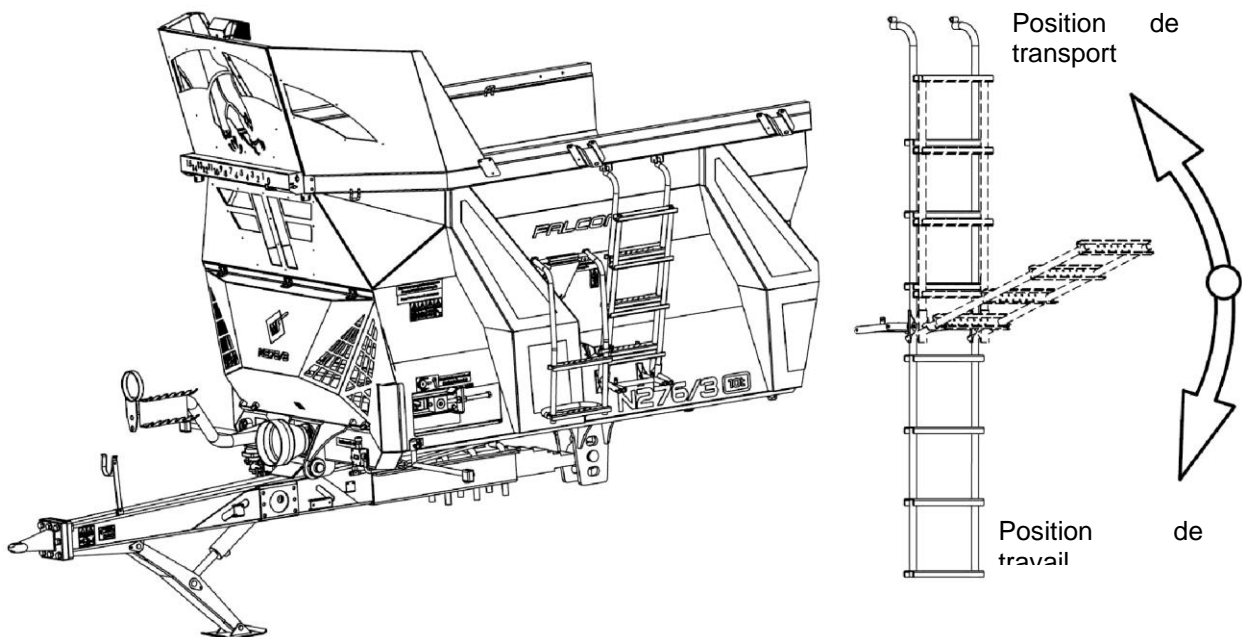

Figure 11. Échelle extérieure
Les figures (figures 11, 12, 13) montrent une échelle pliante et une échelle interne qui permet d'accéder au caisson uniquement pour le nettoyage, l'entretien ou les réparations.
1. Déployez l'échelle externe en position de travail (figure 11).
2. Détachez l'élément tendeur en caoutchouc (1).
3. Détachez l'échelle du support inférieur (2).
4. Faites glisser l'échelle vers le haut (3).
5. Placez l'échelle à l'intérieur du caisson dans les supports prévus à cet effet (5).